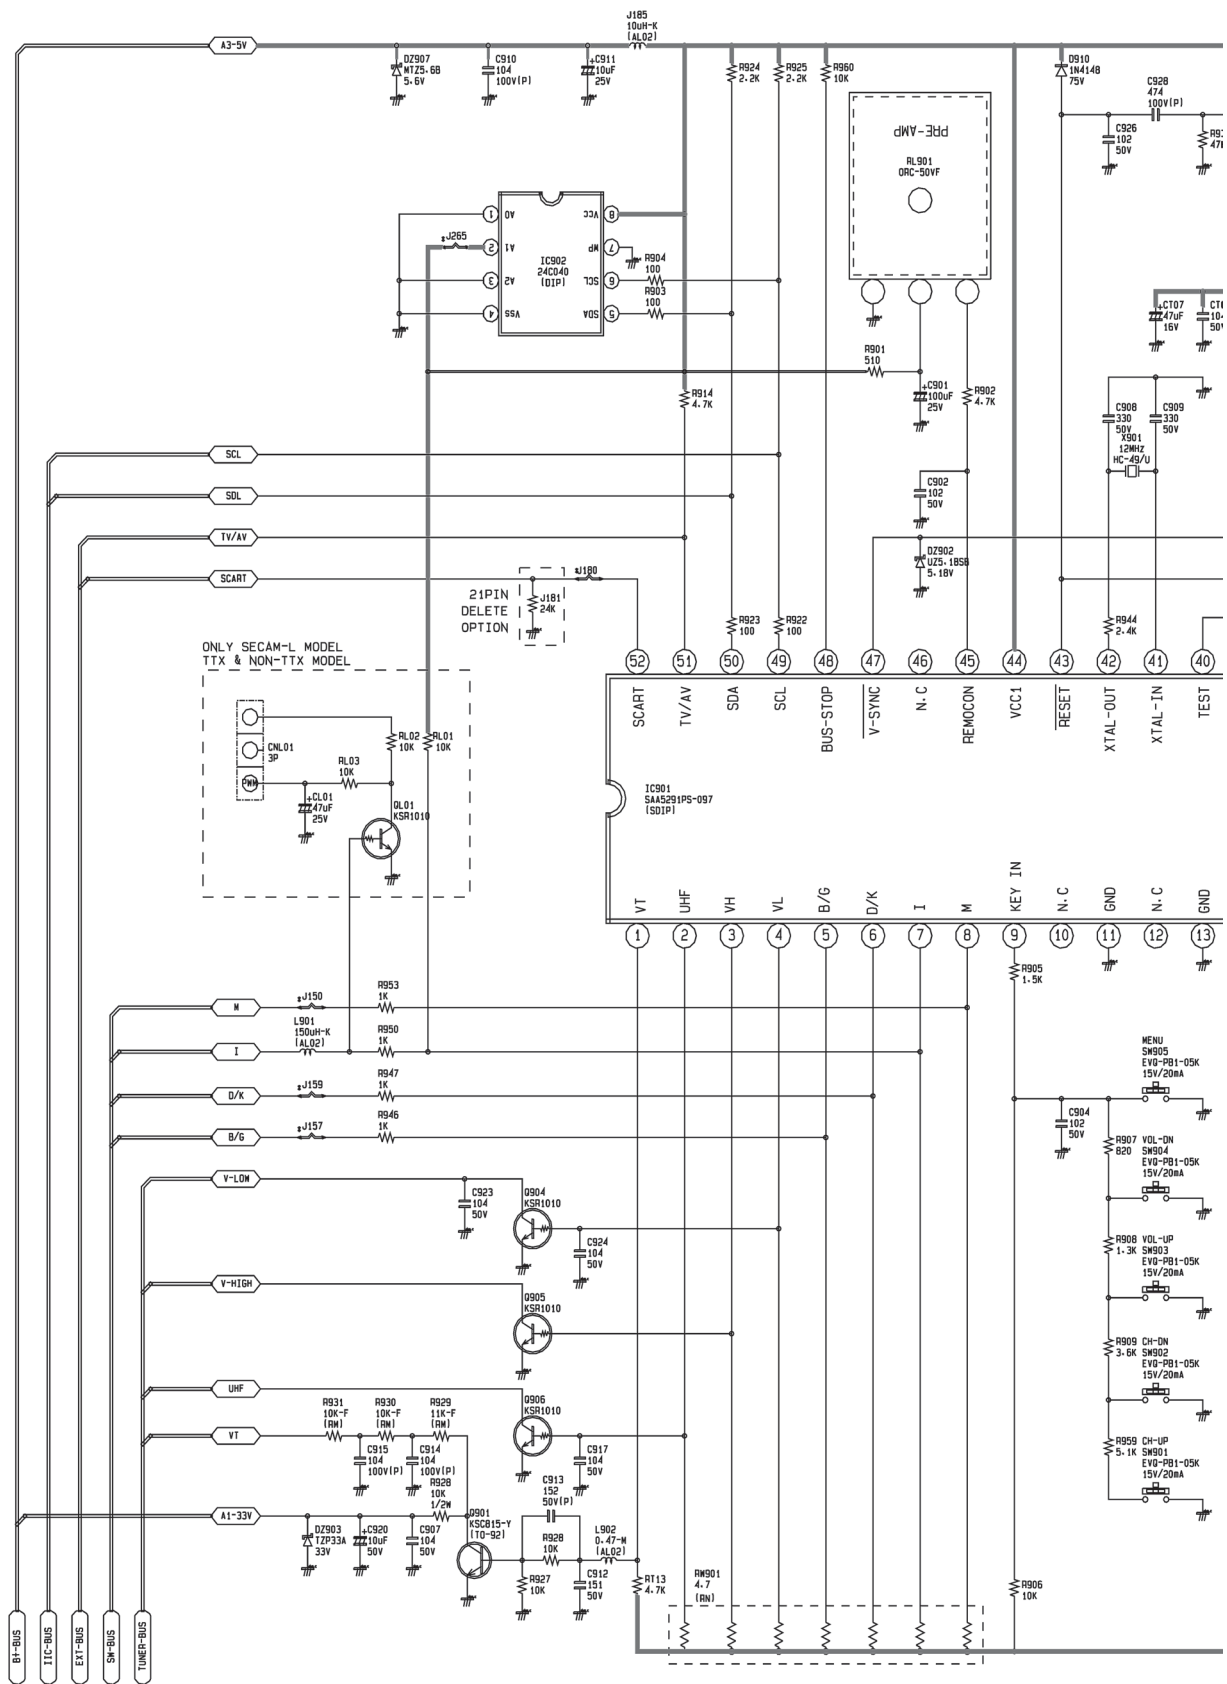

Рис. 6. Процессор управления с телетекстом
Для работы схемы экранного меню (OSD) и телетекста необходимы строчные и кадровые импульсы обратного хода. На вывод 26 (36) процессора поступают строчные импульсы (СИ); кадровые импульсы поступают на выводы 27 (37) и 37 (47). В цепи СИ процессора SPM175ER установлен инвертор Q902 (рис. 5), а при использовании процессора SZM173 сигнал подается через эмиттерный повторитель на транзисторе с тем же позиционным номером (рис. 6). В процессоре SPM175ER для работы телетекста необходим ПЦТС, который поступает на его вывод 24 с видеопроцессора IC201 (вывод 38) через эмиттерные повторители Q251 и Q202. RGB-сигналы OSD и телетекста формируются на выводах 24 (34), 23 (33) и 22 (32), а бланкирующий сигнал — на выводе 25 (35) процессора.